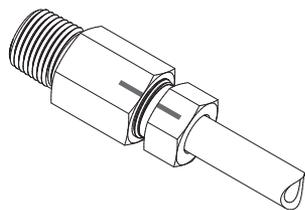

图3
3. 在卡套螺母和接头本体或阀体上画一条标记线 (图 3)。